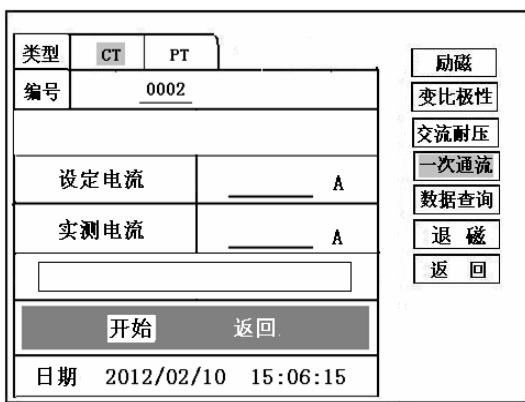

图 14、CT 一次通流测试界面
1) 设置好通流电流 0~600A, 如图 14。 2) 开始试验: